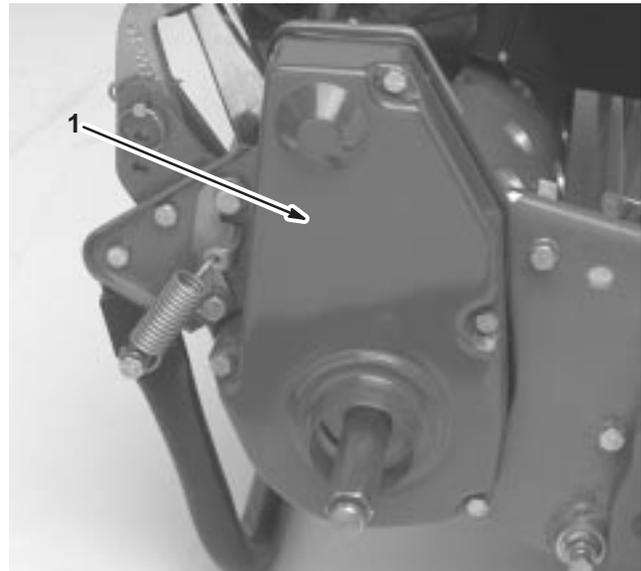

Bild 9
6. Nehmen Sie die hintere Riemenabdeckung rechts an der Maschine ab (Bild 9).